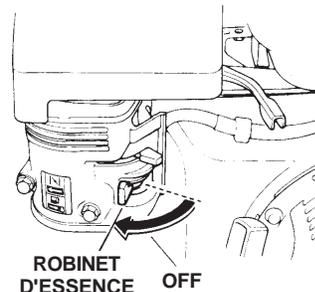

Figure 18. Robinet d'essence (FERMÉ)
- Régler le **robinet d'essence** (figure 18) à la position **FERMÉ**.